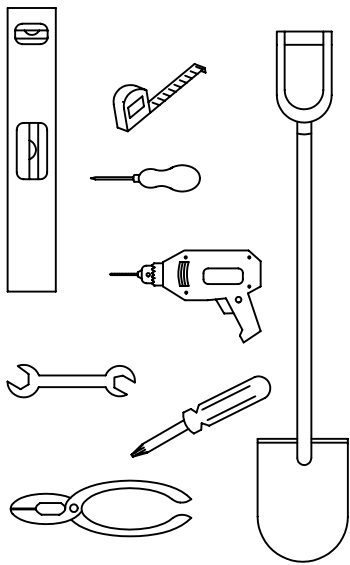

FIG. 1
- 1. WEATHER WARNING ! DO NOT ERECT YOUR BUILDING ON A WINDY DAY. ANY BUILDING LEFT PARTIALLY CONSTRUCTED MAY BE SERIOUSLY DAMAGED (FIG.1).**
- 3. ALL ASSEMBLY OPERATIONS MUST TAKE PLACE ON A COMPLETELY LEVEL SURFACE (FIG. 1)**
- 1. TEMPÊTE DE VENT: NE JAMAIS MONTER VOTRE ABRI PAR GRAND VENT. NE PAS LAISSER UN ABRI PARTIELLEMENT MONTÉ, LES PIÈCES POUVAIENT ÊTRE ENDOMMAGÉES (FIG. 1).**
- SURFACE PLANE (fig 1).**
- 1. AVISO DE TEMPESTADE! NÃO PROCEDA À MONTAGEM DO SEU ABRIGO NUM DIA VENTOSO. QUALQUER ABRIGO DEIXADO PARCIALMENTE MONTADO PODE FICAR SÉRIAMENTE DANIFICADO (FIG. 1).**
3. TODAS AS OPERAÇÕES DE MONTAGEM DEVEM SER EFECTUADAS NUMA SUPERFÍCIE COMPLETAMENTE NIVELADA (FIG. 1).
1. PRESTE ATENCIÓN A LA METEOROLOGÍA. NO INTENTE LEVANTAR EL EDIFICIO EN UN DÍA DE VIENTO. CUALQUIER COMPONENTE QUE QUEDE A MEDIO MONTAR PUEDE SUFRIR DAÑOS IMPORTANTES. (FIG. 1).
3. TODAS LAS OPERACIONES DE MONTAJE DEBEN DE REALIZARSE SOBRE UNA SUPERFICIE TOTALMENTE PLANA Y AL MISMO NIVEL. (FIG. 1)